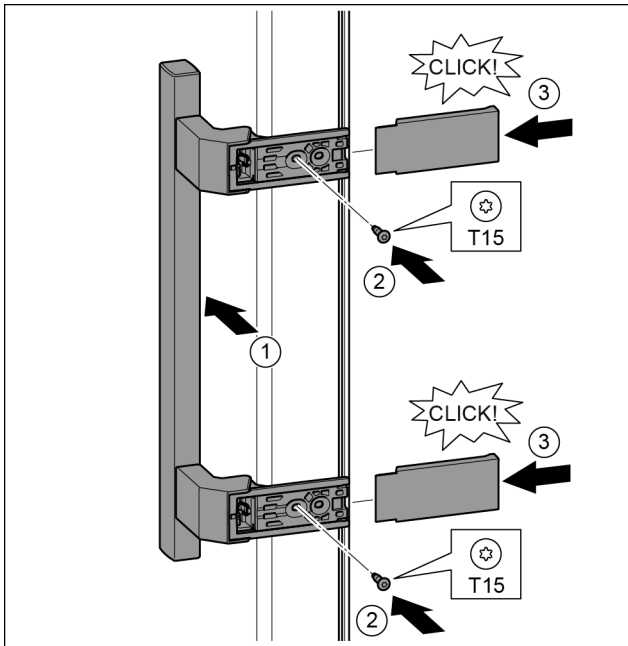

Fig. 16
- A fogantyút az ellenkező oldalon helyezze fel. Fig. 16 (1)
- Húzza meg a csavarokat a T15 csavarhúzóval. Fig. 16 (2)
- A fedelet helyezze fel oldalra és tolja fel. Fig. 16 (3)